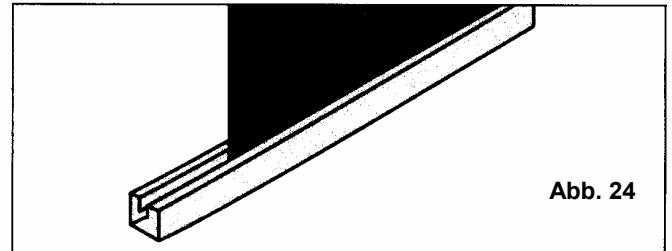

Abb. 24
- 1** Bevor Sie die eine Stahlwand mit der anderen zusammensetzen, setzen sie diese in die Bodenprofilschienen ein, Abbildung 24.